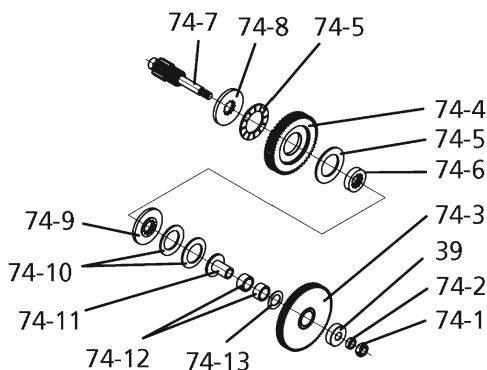

Figure 6 — Overload Limit Clutch Assembly
4. Gire la tuerca hexagonal (Fig. 6, Ref. N° 74-1) en sentido horario para apretar la tuerca hexagonal.